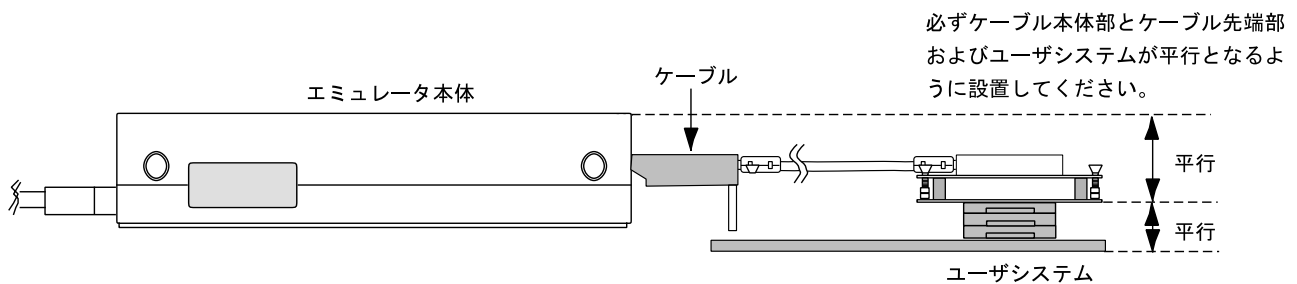

図8 設置例
- (1) ユーザシステムへの接続時には1ピン位置に十分注意して、誤接続は絶対にしないでください。
- (2) 本ユーザシステムインタフェースケーブルを使用する場合の推奨マウントパッド寸法は、MCU実装用マウントパッド寸法とは異なりますので注意してください。
- (3) 本ユーザシステムインタフェースケーブルは、HS3664EPI61Hエミュレータ専用ですので、他のエミュレータ本体には使用しないでください。
- (4) ケーブル本体部が断線する可能性がありますので、本ユーザシステムインタフェースケーブルの上に重いものや金属等の角の尖ったものを置かないでください。
- (5) ユーザシステムに接続した状態では、ユーザシステムインタフェースケーブル、特にケーブル先端部に無理な力が加わらないように注意する必要があります。図8の設置例を参照してご使用ください。